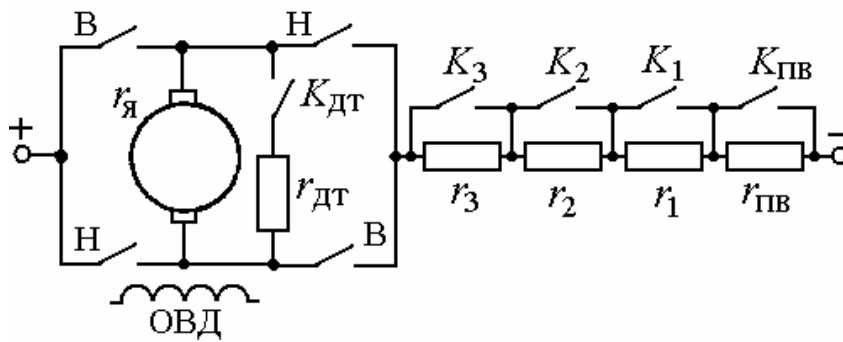
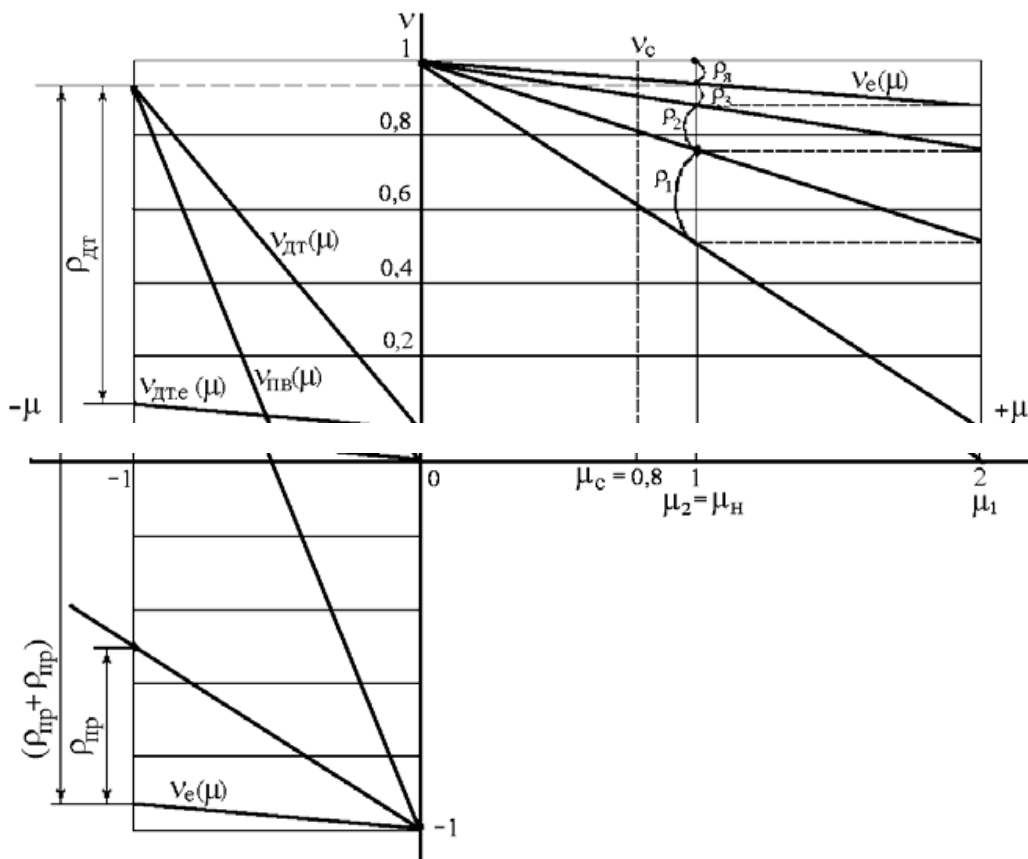

Рис.8. Схема электропривода с реостатно-релейным управлением
Рис.9. Механические пусковые и тормозные характеристики ДПТНВ
Задача 17. Для привода с двигателем постоянного тока независимого возбуждения (ДПТНВ) с реостатно-релейным управлением(рис.8) рассчитать величины ступеней пусковых сопротивлений. Номинальные значения паспортных величин двигателя: $P_n = 8,5 \text{ кВт}$; $U_n = 220 \text{ В}$; $I_n = 44 \text{ А}$; $\omega_n = 94 \text{ рад/с}$. Максимальный пиковый момент двигателя при пуске $\mu_1 = 2$. Относительные значения момента переключения ступеней пускового сопротивления $\mu_2 = 1$, статического момента нагрузки $\mu_c = 0,8$.
2. Найти число ступеней пуска m и построить характеристики реостатного пуска (рис.9).
Задача 18. Для привода постоянного тока с реостатно-релейным управлением (см. рис.8) рассчитать степень сопротивления для торможения противовключением и для динамического торможения. Характеристики приведены на рис.9. Номинальные значения параметров двигателя: $P_n = 8,5 \text{ кВт}$; $U_n = 220 \text{ В}$; $I_n = 44 \text{ А}$; $r_{я} = 0,3 \text{ Ом}$; $\omega_0 = 100 \text{ рад/с}$; $\omega_n = 94 \text{ рад/с}$. Двигатель переключается в тормозной режим потивовключения или динамического торможения при $\mu_c = 1$ и $v = v_n$. Максимальный тормозной момент при переключении $\mu_r = 1$. Пусковые характеристики